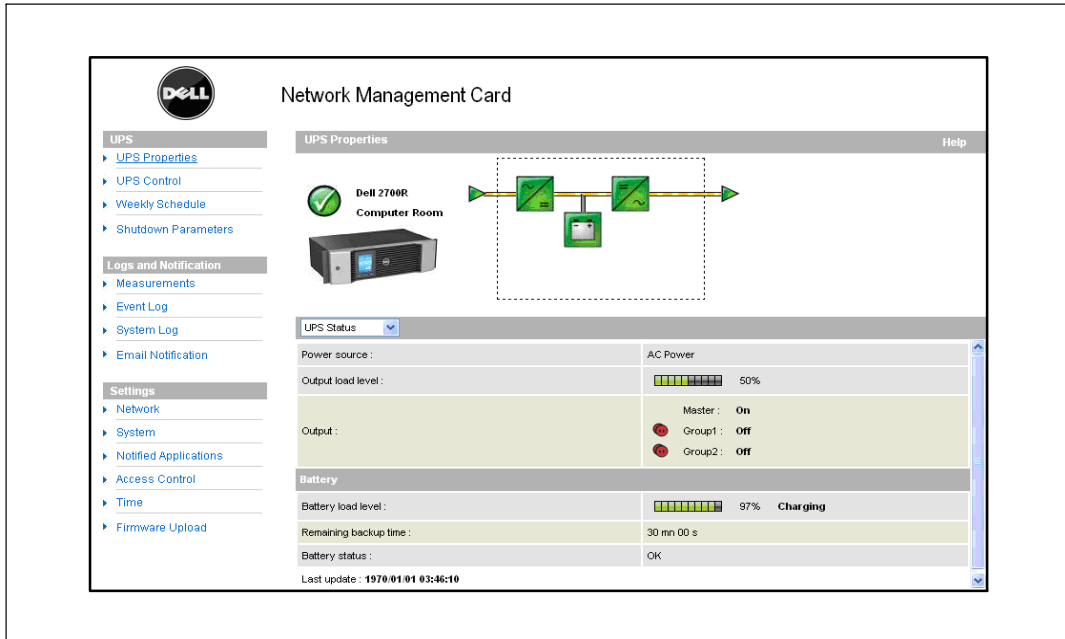

Abbildung 12. Startseite
- 2 Geben Sie die **IP-Adresse** der Karte in die Adresszeile ein. Die Startseite wird angezeigt (siehe Abbildung 12).